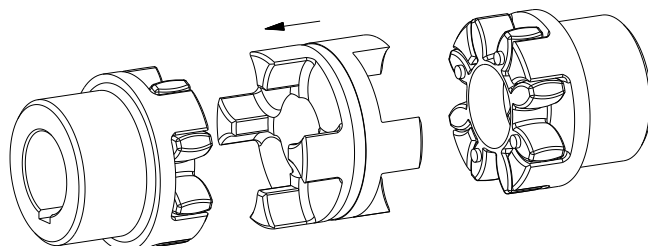

Bild 15: Montage des DKM-Mittelstückes
- Setzen Sie das DKM-Mittelstück in den Zahnkranz der an- oder abtriebsseitigen Nabe ein (siehe Bild 15).